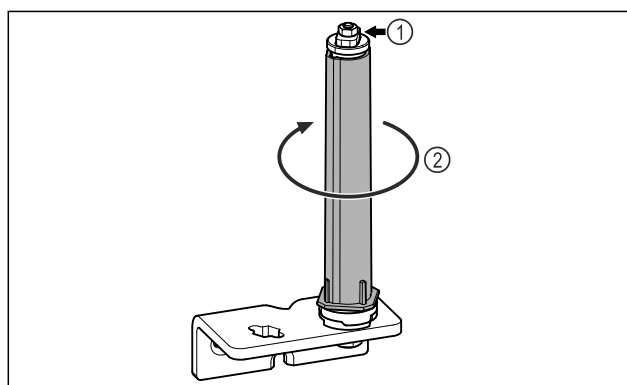

Fig. 16
- Non disassemblare il sistema di chiusura della porta Fig. 16 (1).
- Ruotare il sistema di chiusura Fig. 16 (2) finché non scatta.